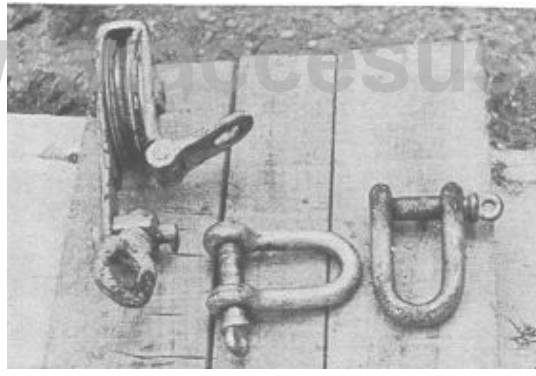

Fig. 8
- Golpes por elementos auxiliares (poleas, grilletes, ranas, etc.) (Fig. 8)